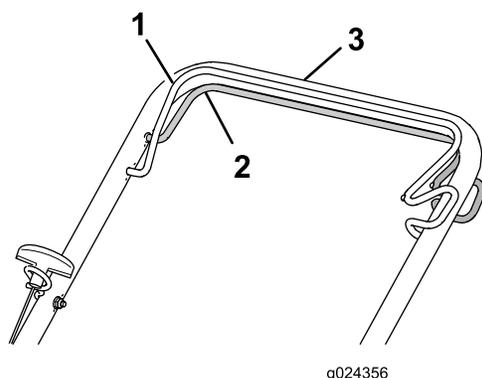

Figure 16
- Pour engager l'autopropulsion :** serrez et maintenez la barre de commande d'autopropulsion contre le guidon (Figure 16).